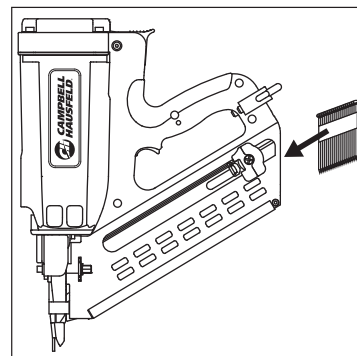

Figure 17
2. Insérer une bande de clous à l'arrière du chargeur (voir la figure 17).